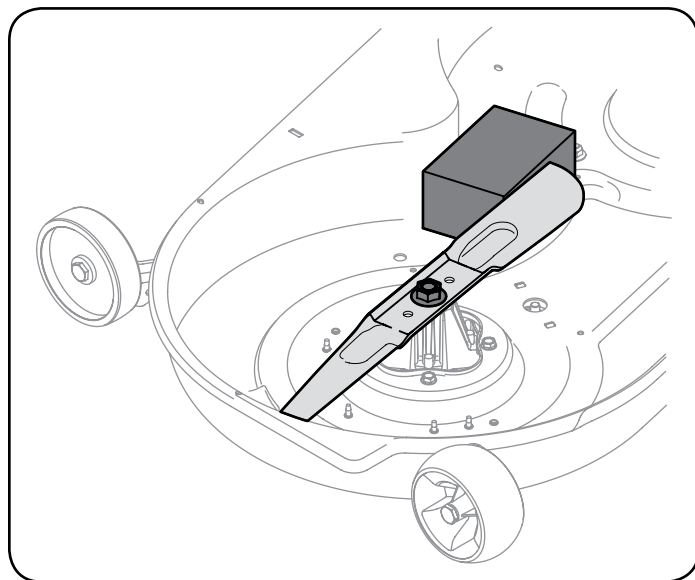

Figura 32
- Coloque un bloque de madera entre el deflector del alojamiento de la plataforma y la cuchilla de corte para que actúe como estabilizador. Vea la Figura 32.
- Extraiga la tuerca de brida hexagonal que asegura la cuchilla al montaje del husillo. Vea la Figura 32.